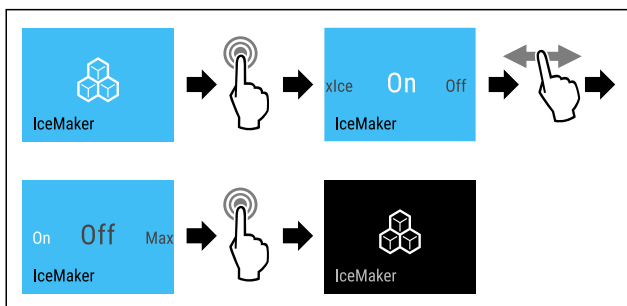

Fig. 20 Przykładowa prezentacja z aktywną funkcją IceMaker
► Wykonać czynności (patrz Fig. 20).